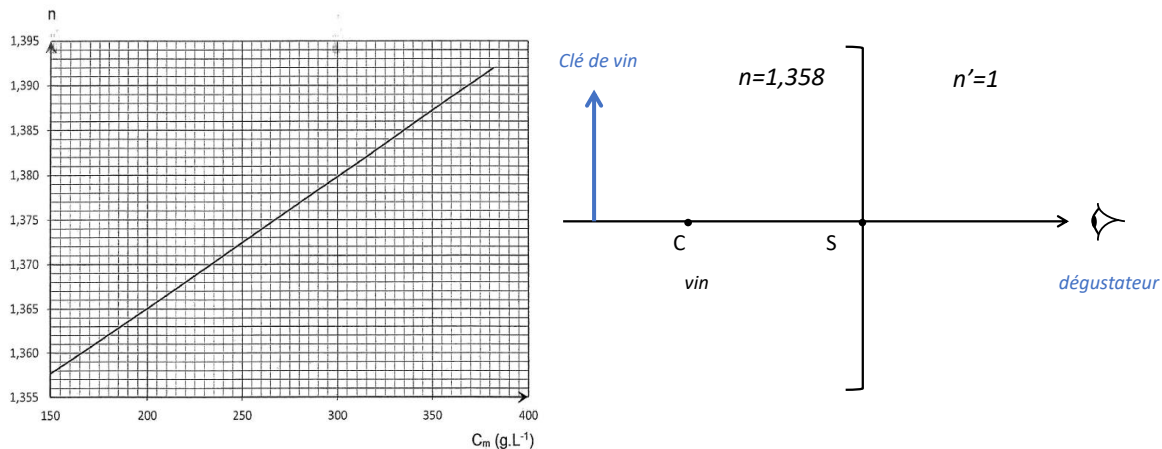

FIGURE 3.
7. La mesure par réfractométrie d'un échantillon de jus de raisin donne $D_2 = 11,95^\circ$. Quelle est la valeur de son indice de réfraction ? A l'aide de la table donnée sur la figure 3, en déduire sa concentration en sucre.